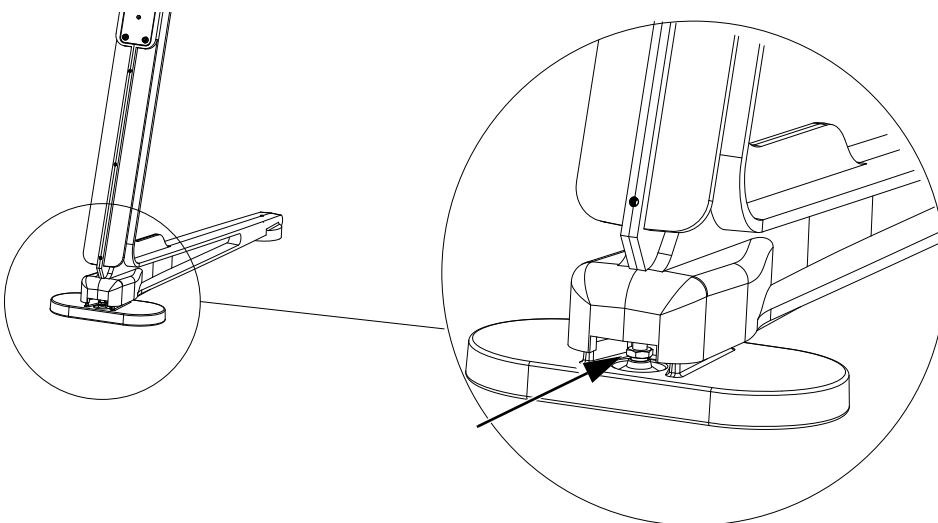

図7. 脚後方の高さ調整
- 後方の高さ調節脚を、13mmのオープン・エンド・レンチ(脚部に同梱)を使って調節します(図7を参照)。高くするには、レンチを上から見て時計回りに回し、低くするには、反時計回りに回します。